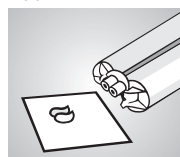

Abb. 3
Das Auspressen der Kartuschen erfolgt mit der Automix2-System Pistole (Abb. 2). Nach dem Einsetzen der Kartusche in die Mischpistole den Kartuschenverschluss durch Drehen entfernen. Eine geringe Menge Material auspressen, bis aus beiden Austrittsöffnungen gleichmäßig Material gefördert wird (Abb. 3). Zum Aufsetzen der Mischkanüle die Führungen an der Kanüle und Kartusche beachten. Durch gegenläufiges Drehen arretieren (Abb. 4). Die Dosierung kann jetzt individuell erfolgen. Nach Gebrauch die Mischkanüle bis zur nächsten Anwendung auf der Kartusche belassen. Ausschließlich **tempofit® premium** Mischkanülen 10:1, blau verwenden!
- Um eine homogene Mischung zu gewährleisten: Vor jedem Aufsetzen der Mischkanüle **immer** etwas Material auspressen, bis aus **beiden Öffnungen gleichmäßig** Base und Katalysator austreten (Abb. 3).